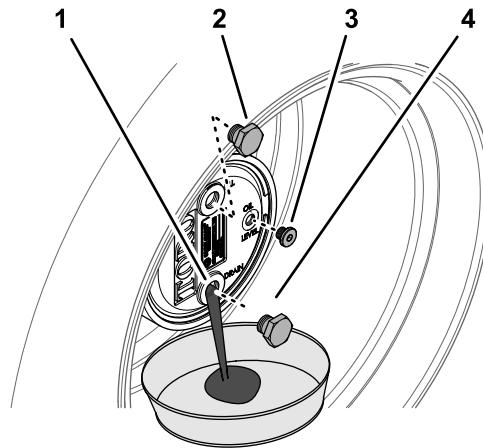

Figura 61
- Retire o tampão de enchimento da posição das 12 horas e o tampão de verificação da posição das 3 horas (Figura 61).
- Coloque o recipiente de escoamento por baixo do cubo da roda, retire o tampão de drenagem e deixe o óleo escorrer até drenar completamente (Figura 61).
- Instale o tampão de drenagem no orifício de drenagem da caixa da engrenagem planetária (Figura 61).